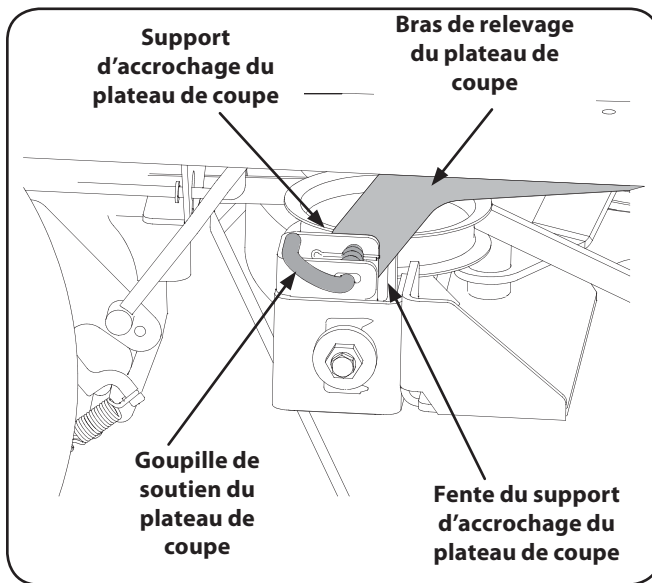

Figure 7-6
6. Localisez les goupilles de soutien de droite et de gauche du plateau de coupe de chaque côté du plateau de coupe. Sortez les goupilles et bloquez-les à la position non engagée pour dégager les bras de relevage droit et gauche du plateau de coupe. Voir la Figure 7-6.
7. Redressez les bras de relevage pour les dégager des fentes du support en relevant la manette de relevage à sa position la plus haute. Voir la Figure 7-6.
4. Manoeuvrez le plateau de coupe pour que les fentes des deux supports d'accrochage arrière s'alignent avec les bras de relevage du plateau de coupe. Voir la Figure 7-6.
6. Sortez les goupilles de soutien et manoeuvrez le plateau de coupe pour aligner les trous des bras de relevage avec les goupilles. Voir la Figure 7-6.